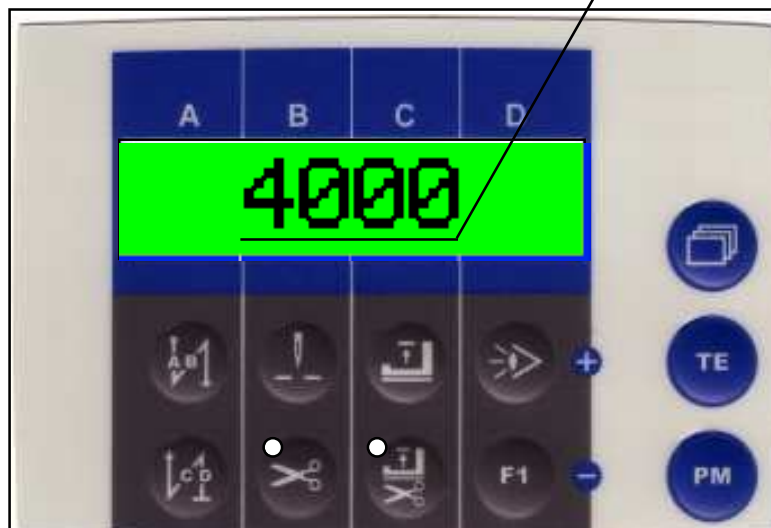

Abb. 8.9
Anzeige im Display während dem Nähen (**Abb. 8.9**)
6.12 **Blättern-Taste** drücken bis die Anzeige **Abb.8.9** erscheint